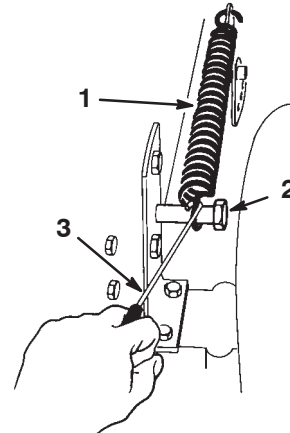

Bild 43
6. Nehmen Sie die hubgestützte Feder zwischen der Hubhalterung rechts am Mähwerk und die Befestigungsschraube ab (Bild 43).